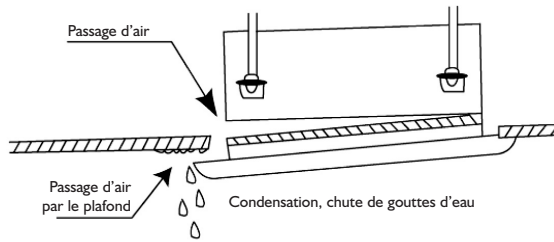

Fig. 5
1. Des vis mal serrées peuvent entraîner les problèmes illustrés à la Fig.5.